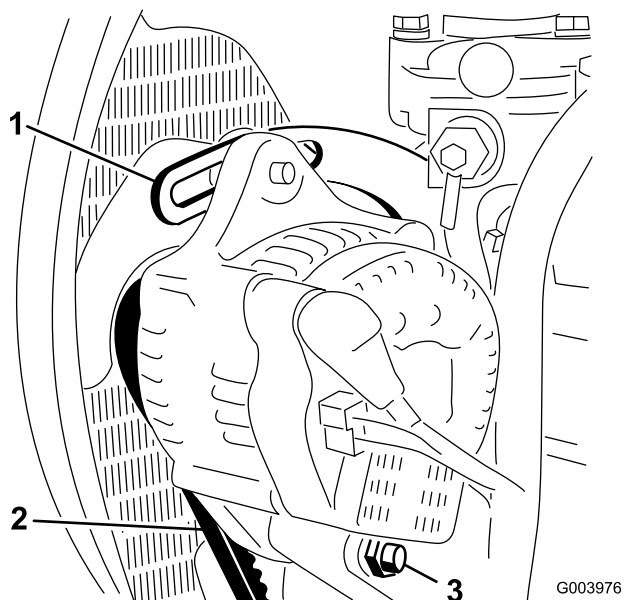

Figura 70
2. Controllate la tensione della cinghia dell'alternatore premendola (Figura 70) al centro tra l'alternatore e le pulegge dell'albero a gomito con una forza di 10 kg.
3. Allentate il bullone che fissa il supporto al motore (Figura 70), il bullone che fissa l'alternatore al supporto ed il bullone di rotazione.